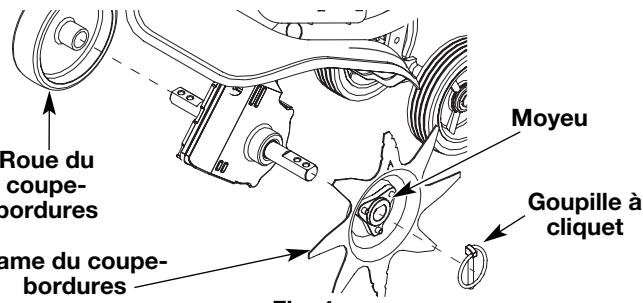

Fig. 4
- Faites glisser la roue du coupe-bordures, moyeu vers l'intérieur, sur le côté droit de l'arbre des dents et maintenez-le en place avec la goupille à cliquet dans le trou intérieur (Fig. 4).
- Faites glisser la lame du coupe-bordures, moyeu vers l'extérieur sur le côté gauche de l'arbre des dents et maintenez-la en place avec la goupille à cliquet dans le trou intérieur (Fig. 4).